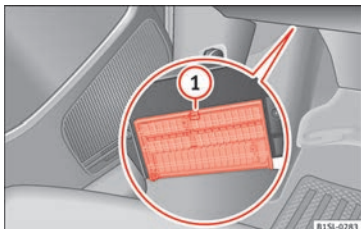

Abb. 82 Auf der Fahrerseite unter der Instrumententafel: Abdeckung des Sicherungskastens.
- **Öffnen:** Verriegelungshebel » **Abb. 82** ① drücken, bis sich die Abdeckung öffnen lässt. Abdeckung nach unten aufklappen.
- **Schließen:** Abdeckung entgegen der Pfeilrichtung nach oben klappen, bis diese hörbar in den Verriegelungshebel ① einrastet.